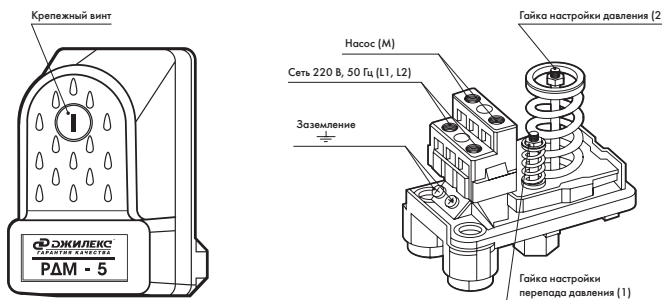

Рисунок 5.
- отвинтив крепежный пластмассовый винт (см. Рисунок 5), снять крышку реле.
Регулировка верхнего и нижнего предела давления РДМ-5 осуществляется гайкой (2), фиксирующей положение пружины (см. Рисунок 5). Для того, чтобы увеличить значение верхнего и нижнего предела давления, необходимо закручивать гайку по часовой стрелке.